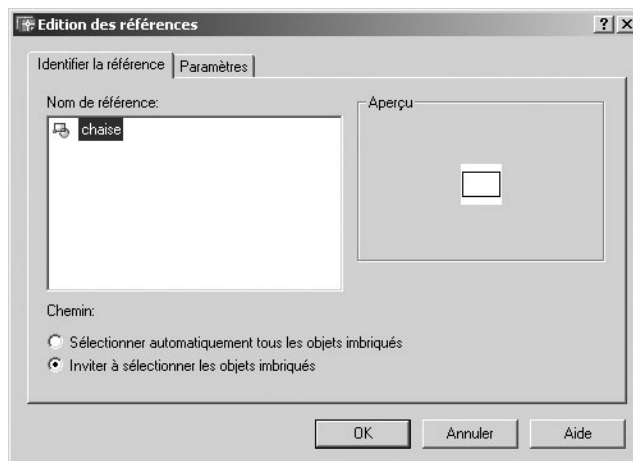

Fig.7.17
- [2] Sélectionner le bloc ou le Wbloc dans le dessin (Exemple : la chaise). La boîte de dialogue **Edition des références** (Reference Edit) s'affiche à l'écran (fig.7.17).